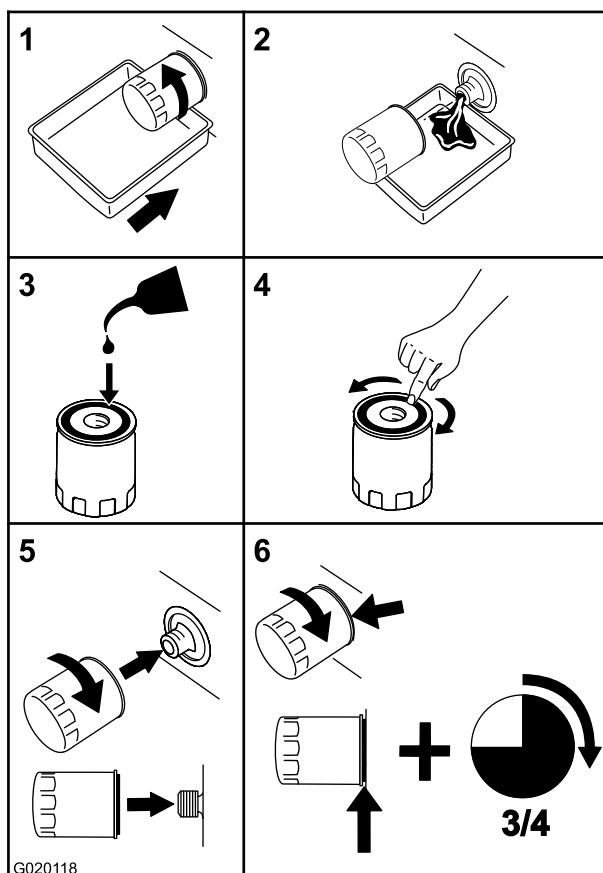

Figura 48
6. Coloque un recipiente debajo del filtro para recoger el aceite que sale del filtro al retirarse el filtro y los tapones de ventilación (Figura 48).
1. Aplique una capa fina de aceite a la superficie de la junta de goma de cada filtro (Figura 48).
2. Gire el filtro en el sentido de las agujas del reloj hasta que la junta de goma entre en contacto con el adaptador del filtro, luego apriete el filtro entre tres cuartos de vuelta y una vuelta completa más (Figura 48).